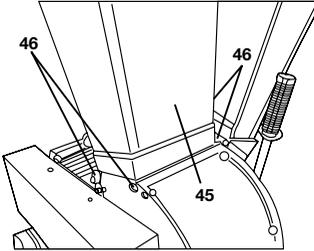

Figura 38
- A continuación, vuelva a colocar la tolva superior (45) en la astilladora. Asegúrese de que la varilla roscada entre en la fijación del conmutador de seguridad y vuelva a apretar los 4 tornillos de fijación (46) (SW 15) (véase la Figura 38).